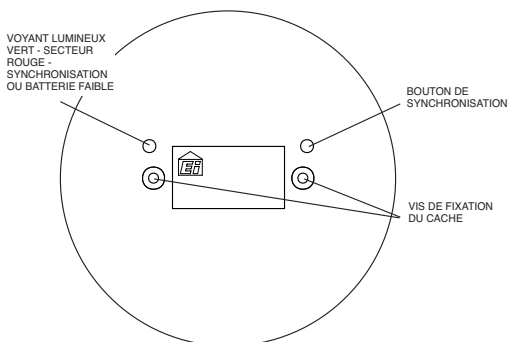

Figure 1a
10. À l'aide d'un petit tournevis introduit dans l'orifice du cache, exercez une pression prolongée sur le bouton de synchronisation, voir figure 1a, jusqu'à ce que le voyant vert devienne rouge. Relâchez le bouton. Le voyant rouge clignote plusieurs fois rapidement, puis toutes les 5 secondes (il s'agit d'un voyant à deux couleurs: le vert s'allume lorsque le rouge s'éteint et vice-versa). Vous disposez alors de 30 minutes pour mettre tous les autres appareils RadioLINK de l'habitation en mode synchronisation (voir les instructions propres à chaque appareil).